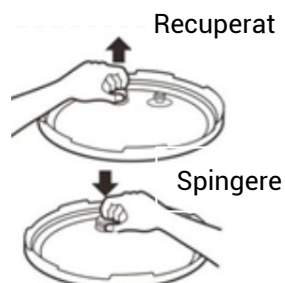

Figura 18
2. Utilizzare una spugna non abrasiva o un panno umido per pulire il corpo esterno (13). Non immergere MAI il corpo esterno (13) in un liquido o versarvi del liquido.
3. Rimuovere il contenitore della condensa (12), sciacquarlo accuratamente e lasciarlo asciugare. Pulire il corpo principale interno (13) e l'anello superiore (9) con una spugna o un panno umido.
4. Rimuovere la valvola di sicurezza (3) afferrandola e tirandola con forza verso l'alto. Sciacquare con acqua tiepida e asciugare.
5. Pulire il coperchio (2) con acqua calda e sapone, compreso l'anello di tenuta in gomma (18), il filtro (17), la valvola, la valvola di sicurezza (4) e lasciare asciugare accuratamente.
6. Sul lato inferiore del coperchio, sotto la valvola di sicurezza (3), è presente un piccolo filtro metallico (17) che può essere facilmente rimosso per la pulizia (Figura 18).
8. Lavare la pentola interna (6), la griglia (20) e il coperchio in vetro temperato (21) con una spugna non abrasiva e lasciare asciugare all'aria o utilizzare un panno.
- Rimuovere il filtro (17) tirandolo verticalmente e pulirlo. Per rimontare il filtro, è sufficiente inserire il filtro (17) e spingerlo verso il basso per fissarlo (Figura 18).